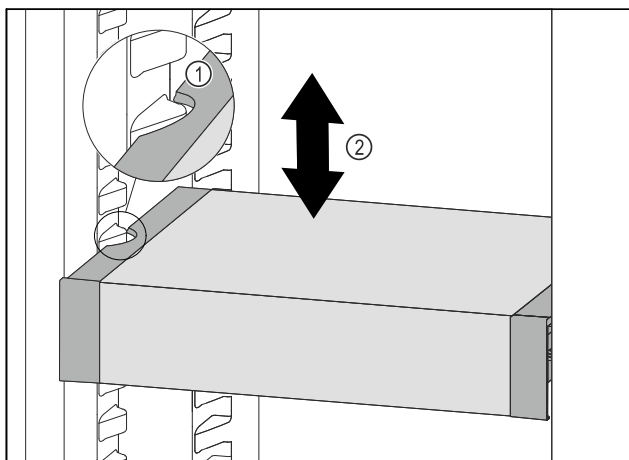

Fig. 201
- ▶ Тяните VarioSafe вперед, пока боковые выемки VarioSafe не окажутся на высоте выступа резервуара в холодильном отделении. Fig. 201 (1)
- ▶ Двигайте VarioSafe в холодильном отделении вверх или вниз, пока не будет достигнута требуемая высота. Fig. 201 (2)